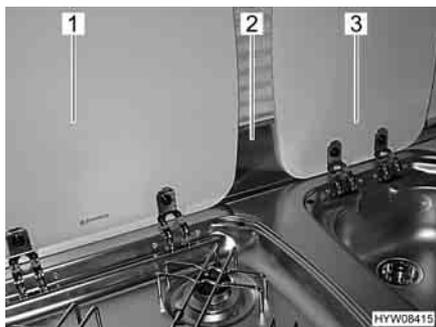

Fig. 14 Lastra proteggifiamma e coperture
- Rimuovere la lastra proteggifiamma (Fig. 14,2) e stivarla in modo sicuro.
- Chiudere le coperture del lavandino (Fig. 14,3) e del fornello a gas (Fig. 14,1).